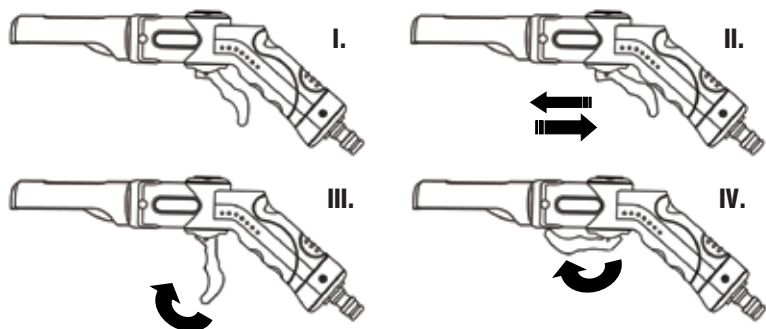

Рис.11
2. Пистолет-распылитель может работать в двух режимах: регулируемый и непрерывный напор. Выбор режима зависит от положения рычажка (рис.11).